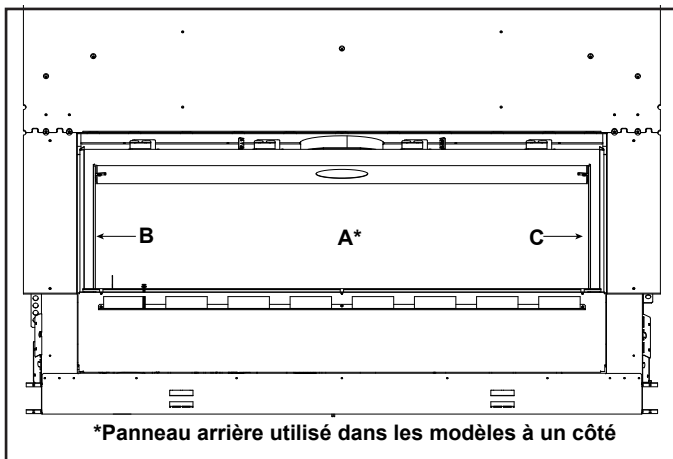

Figure 1 Disposition des panneaux de verre
1. Remettre en place le panneau de verre, étiqueté A à la figure 1, sur la boîte à feu sur le dessus de deux blocs espaces arrière, le côté lisse du verre orienté vers l'extérieur. Positionnez le support de retenue à l'intérieur de l'appareil, comme il est indiqué à la figure 3. Alignez le trou de l'écran thermique avec le trou le plus près du pli du support et fixez en place à l'aide d'une vis. Voir les figures 2 et 3.
4. Installez le panneau de verre de gauche, identifié par la lettre « B » à la figure 1, en le glissant en place à partir de l'avant. Pendant l'installation, appuyez fermement sur le panneau contre le côté de la boîte à feu.
1. Placez le panneau de verre latéral de gauche, étiqueté par la lettre B à la figure 1, dans la boîte à feu avec la face lisse orientée vers l'extérieur.